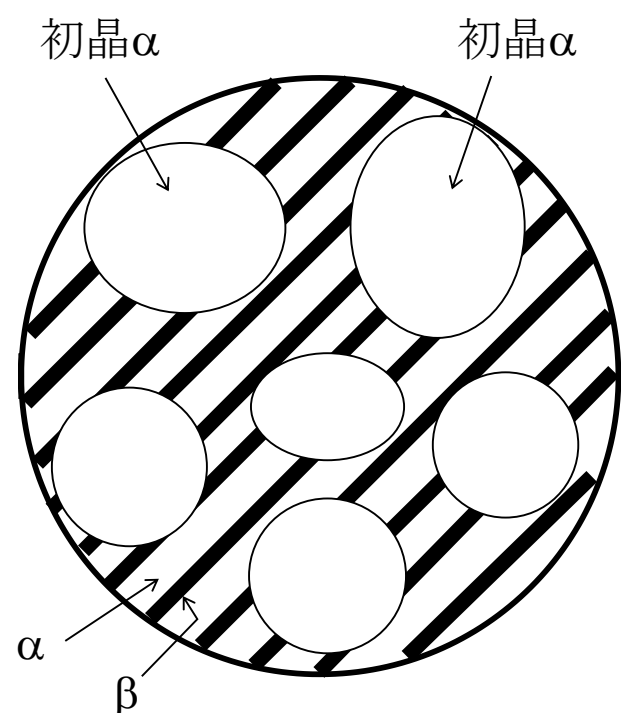

図3-2 AB二元合金の微細組織の模式図
今、図3-1において、A-20%B合金を液相単相領域から限りなくゆっくりと冷却し、温度 T_E 直下で保持したところ図3-2のような組織が得られた。この組織に含まれる初晶 α 相の割合を%で示すと、⑤%である。また、この組織に含まれる全ての α 相の割合は ⑥%である。ただし、図3-1中の点p、q、rにおけるB元素の濃度は、それぞれ $p = 10\%$ 、 $q = 50\%$ 、 $r = 90\%$ とする。
(1) 空欄①にあてはまる語句を下記の中から選択し、記号で答えなさい。